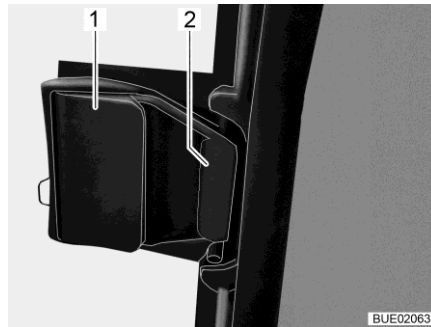

Fig. 118 Ventana corredera, bloqueada
- Tirar del elemento de desbloqueo (Fig. 118,1). El pestillo (Fig. 118,2) se abre.